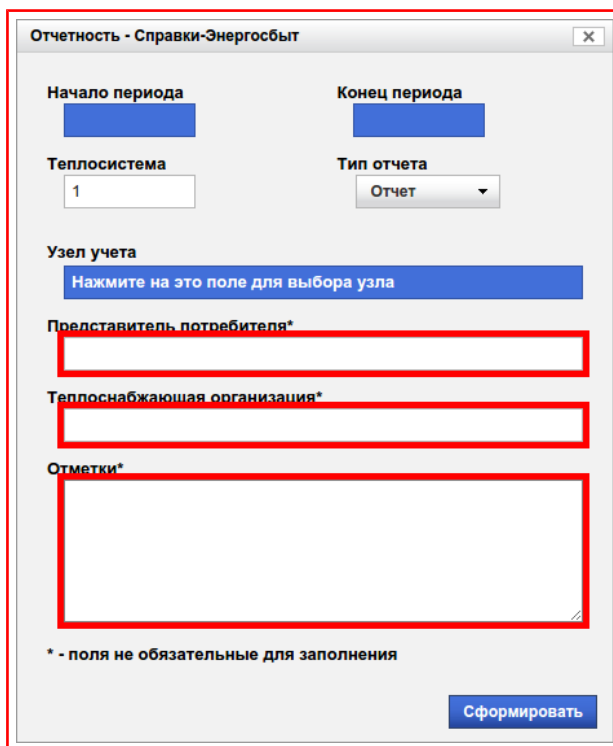

Рисунок 8.4 — Необязательные к заполнению поля
- 5) Далее можно заполнить **необязательные** поля: **«Представитель потребителя»**, **«Теплоснабжающая организация»**, **«Отметки»**, рисунок 8.4;